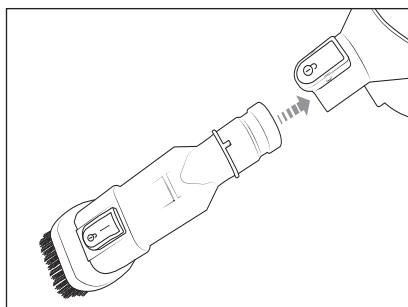

Afb. 7
- ♦ Om de vloerborstel **14** van de telescoopzuigbuis **16** te halen, trekt u de telescoopzuigbuis **16** van de vloerborstel **14** af (zie afb. 7).